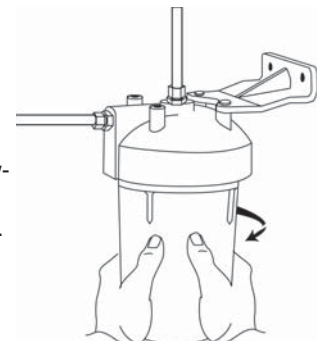

Figure 10
10. Retirer le boîtier en le tenant à deux mains et en le tournant vers la gauche. On peut utiliser une clé pour tenir la cheville carrée au bas du boîtier, si nécessaire. (Figure 10)